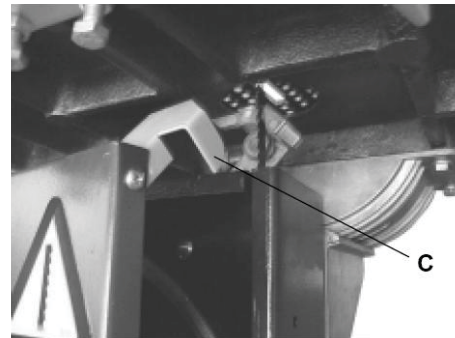

Рис. 15
- Якщо відкрити дверцята нижнього шківу пилки, то нижній кожух полотна (С) Рис. 15 опуститься униз.